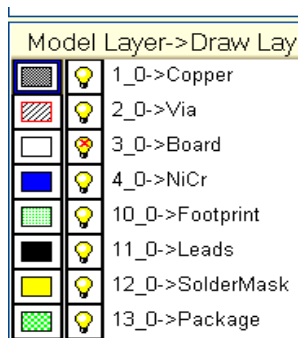

Рис. 3.54
1. Дважды щёлкните мышкой по имени ячейки **Diode**. В нижней части окна менеджера топологии появится список слоёв, в которых можно чертить элемент топологии (рис. 3.54) и на рабочем поле откроется окно для черчения ячейки топологии.
2. Щёлкните левой кнопкой мышки по квадрату **1_0->Copper** (Медь) в нижней части окна менеджера, чтобы назначить медь для активного слоя, как показано на рис. 3.54 (не щёлкайте по лампочке, т.к. такой щелчок определяет слой для показа или скрытия).